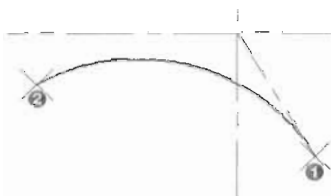

图 3-83
(6)通过指定起点、端点、方向绘制圆弧,从起点确定该方向,绘制的圆弧在起点处与指定方向相切,这将绘制从起点1开始到终点2结束的任何圆弧,而不考虑是劣弧、优弧还是顺弧、逆弧,如图3-83所示。